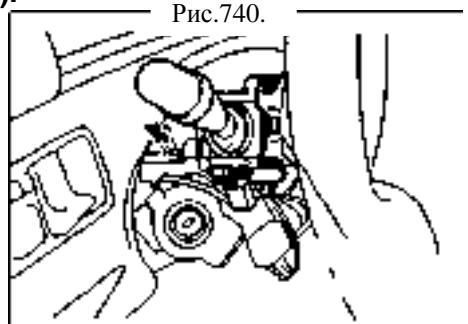

Рис.740.
- 2. Снимите левый переключатель [67000078] (рис.740).**